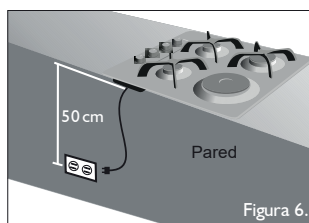

Figura 6.
- La distancia mínima entre el tomacorriente y la entrada de gas del producto debe ser de 50 cm (Ver figura 6).